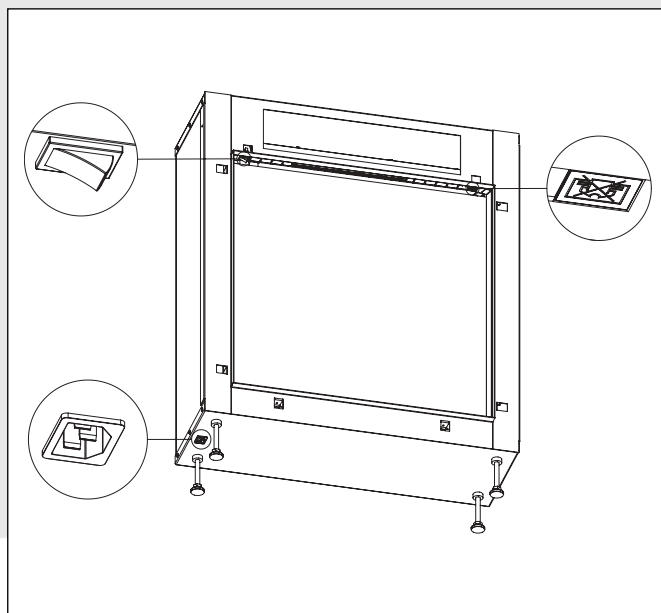

Figure 3
1. Le symbole sur la face inférieure, près de l'évacuation d'air chaud (**voir figure 3**) indique que l'appareil est chaud à cet endroit et que recouvrir cette évacuation de l'appareil et/ou ses alentours peut entraîner une surchauffe.
En réglant l'interrupteur sur le côté gauche de l'appareil (0 ou 1), vous pouvez allumer ou éteindre l'appareil (**voir figure 3**).